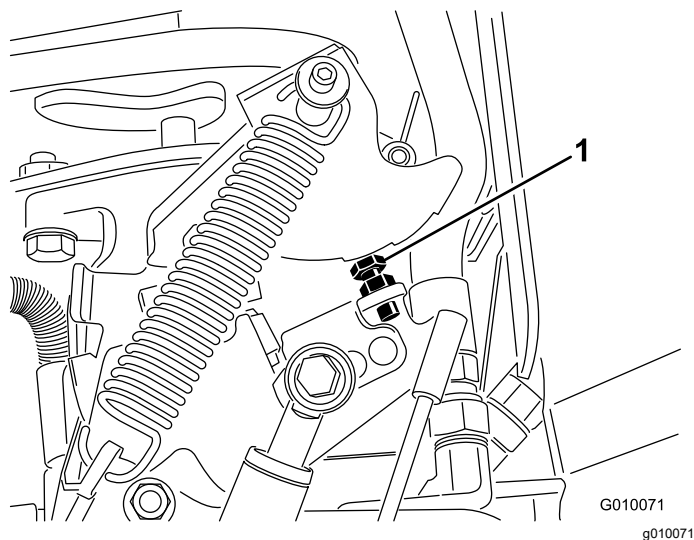

Figura 71
6. Se occorre regolare, girate il bullone di arresto della pompa (Figura 71) più vicino alla piastra di arresto per ridurre la distanza tra i fori, oppure giratelo lontano dalla piastra per aumentare la distanza tra i fori.